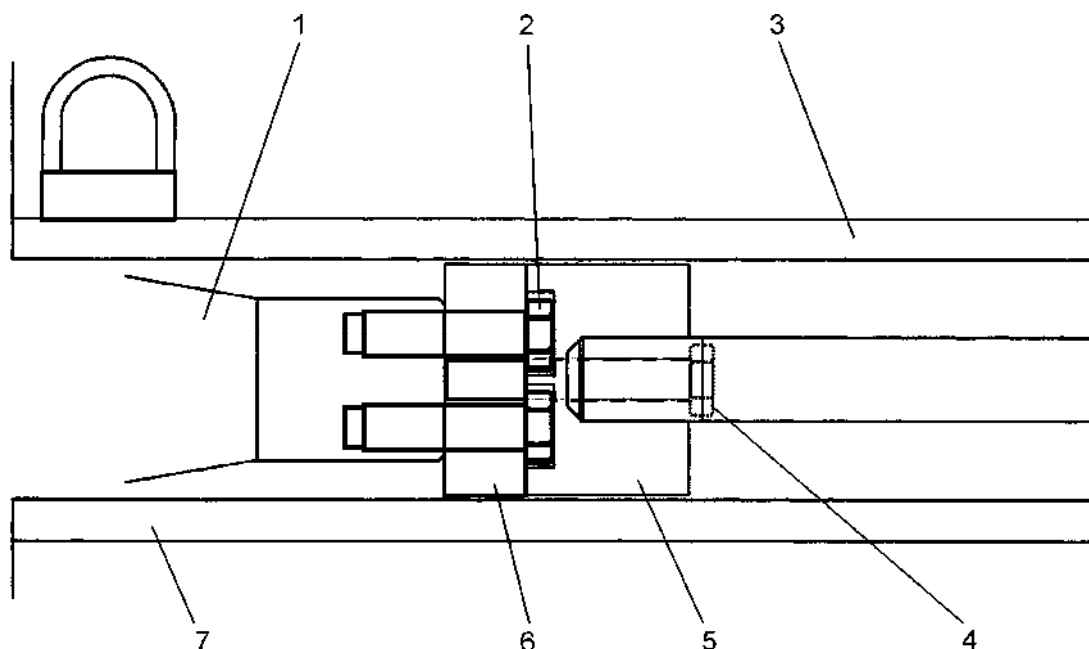

Рис. 14.37. Приспособление для снятия оси рамы гусеницы.
3. Прикрепить внутренний диск (6, Рис. 14.37) к оси болтами (2). Прикрепить болтами наружный диск (5) к внутреннему диску. Вкрутить центральный болт (3) в наружный диск (5). Надеть трубу съемника (7) на центральный болт (3) и ось (1). Трубу довести до упора в главную раму. Установить гидроцилиндр до упора в трубу, пропустив через центр болт (3) и закрепив его гайкой с шайбой.